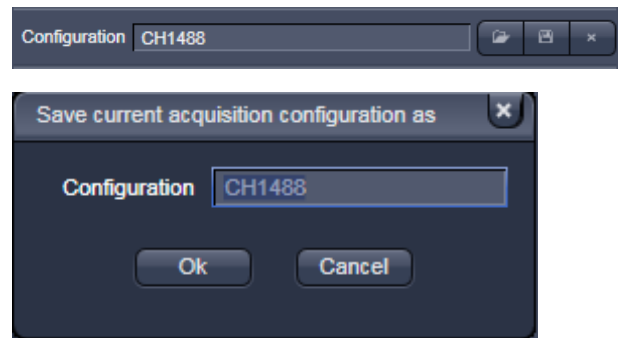

Fig. 23 Cuadro de lista Configuration
- Para almacenar una configuración nueva haga clic en  y entre el nombre deseado en la primera línea del cuadro de lista (Fig. 23). Luego, haga clic en **Ok** para almacenar la configuración.